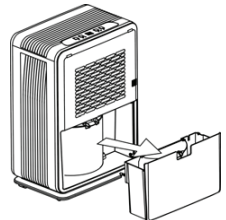

Abb. 1
1. Nehmen Sie den Wasserbehälter heraus, siehe Bild 1.